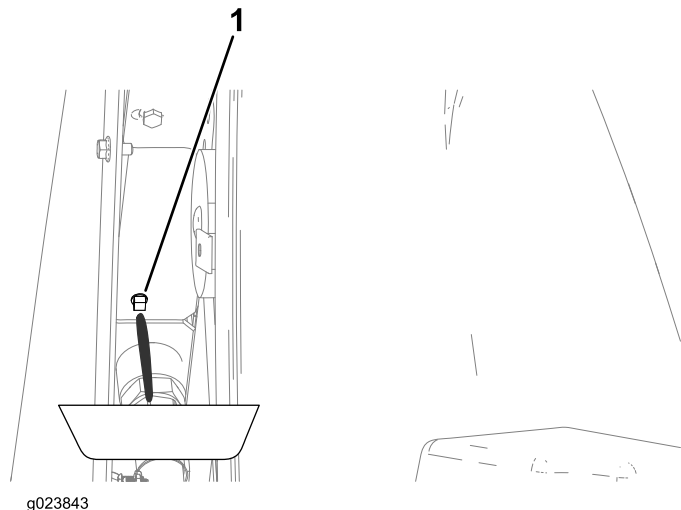

Figure 108
4. Placez un bac de vidange sous le bouchon de vidange (Figure 108).
7. Fermez le bouchon de vidange (Figure 108).
- C. Fermez le bouchon de vidange (Figure 108).
- H. Fermez le bouchon de vidange (Figure 108).